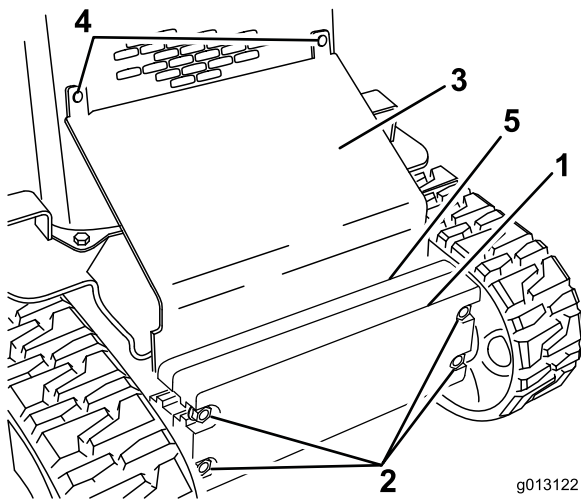

Рисунок 26
2. Ослабьте болты крепления грузов (Рисунок 26).
3. Снимите болты с квадратным подголовком и гайки, которые крепят скошенную плиту (Рисунок 26).
10. Вставьте скошенную плиту между рамой и грузами и прикрепите ее к решетке передней сетки с помощью снятых ранее болтов с квадратным подголовком и гайк (Рисунок 26).
11. Затяните болты крепления передних грузов (Рисунок 26).